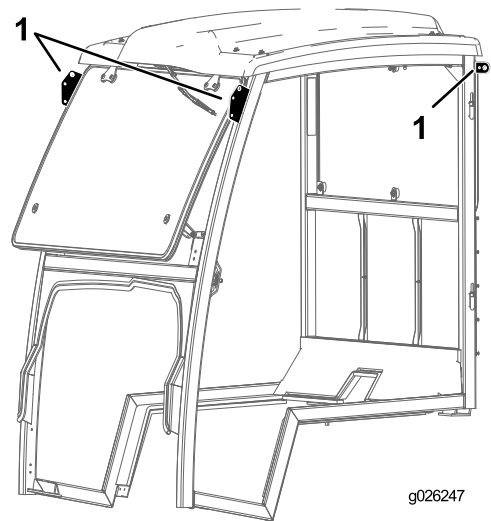

Bild 31
- Halten Sie den Kabinenrahmen an den Hebestellen und setzen Sie ihn auf die Maschine (Bild 31).